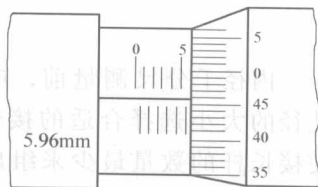

图 1-22 外径千分尺的读数
3) 将两个读数相加起来为测得的实际尺寸，如图 1-22 所示。